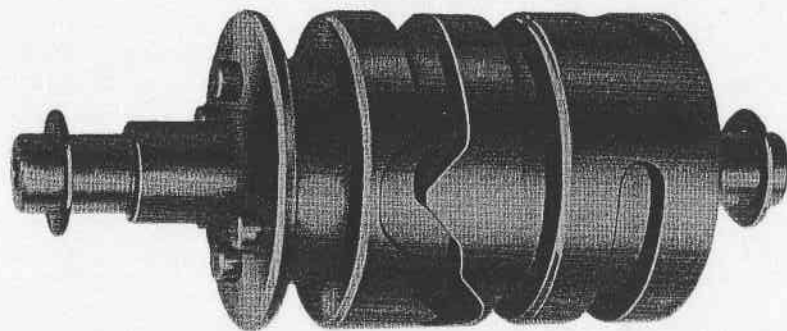

Fig. 27 - Tambour de sélection
- Vérifier la position des rondelles de calage à l'extrémité. L'épaisseur doit être de m/m 0,6 (Fig. 27).